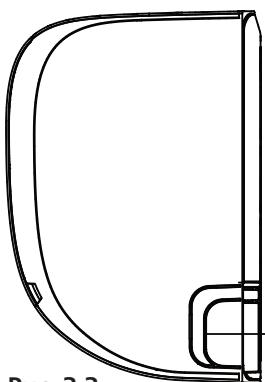

Рис. 3.3
- Если отверстие в стене расположено за блоком, оставьте съемную панель на месте. Если отверстие в стене расположено сбоку от внутреннего блока, удалите съемную пластмассовую панель с соответствующей стороны блока (см. **рис. 3.3**). При этом образуется паз, через который трубопровод